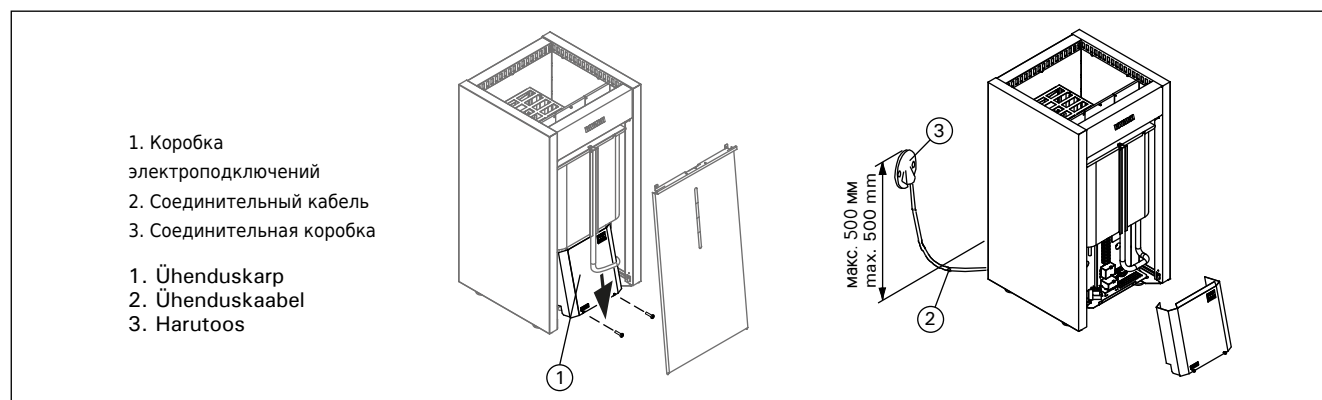

Рисунок 9. Установка каменки
- Каменка гибким проводом подсоединяется к соединительной коробке (рис. 9: 3) на стене сауны. Соединительная коробка должна быть брызгозащищенной и находиться на расстоянии не выше 500 мм от пола.
- В качестве кабеля (рис. 9: 2) следует использовать резиновый кабель типа H07RN-F или подобный. **ВНИМАНИЕ! Использование кабеля с ПВХ-изоляцией запрещено вследствие его разрушения под воздействием тепла.**
См. рис. 9.